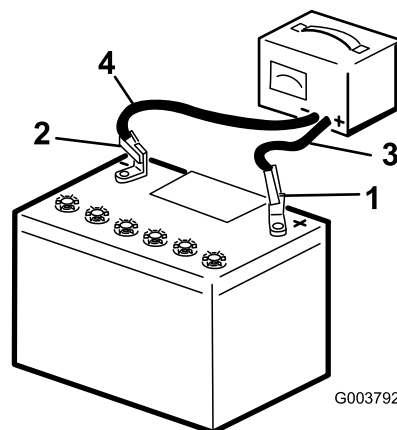

Figure 64
3. Connectez le câble positif du chargeur de batterie à la borne positive de la batterie (Figure 64).
4. Branchez le câble négatif du chargeur de batterie à la borne négative de la batterie (Figure 64).
6. Quand la batterie est chargée au maximum, débranchez le chargeur de la source électrique, puis débranchez les fils du chargeur des bornes de la batterie (Figure 64).